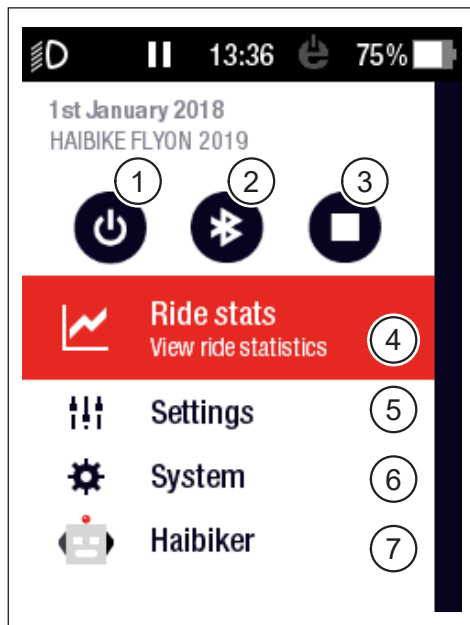

Fig. 43: Menu d'information
Une simple pression sur la touche menu (pos. 2 dans Fig. 28 à la page 31) sur Remote permet d'ouvrir le menu information Fig. 43) (uniquement lorsque moins de 5 km/h est possible). Il recouvre l'affichage écran actuellement choisi.
Pos. dans Fig. 43	Description